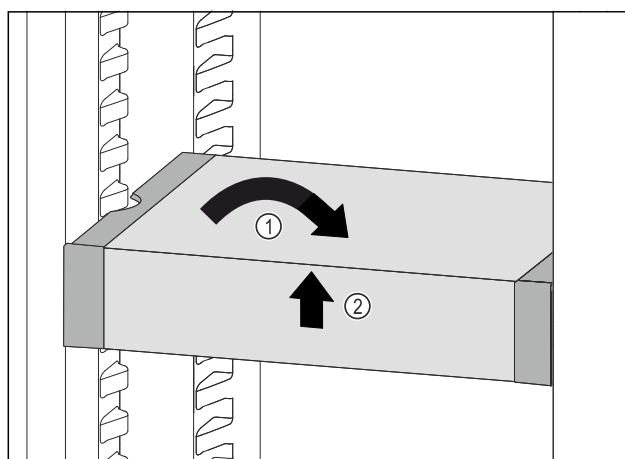

Fig. 168
- Vendosni drejt VarioSafe. Fig. 168 (1)
- Ngrini lart VarioSafe në pjesën përpara. Fig. 168 (2)